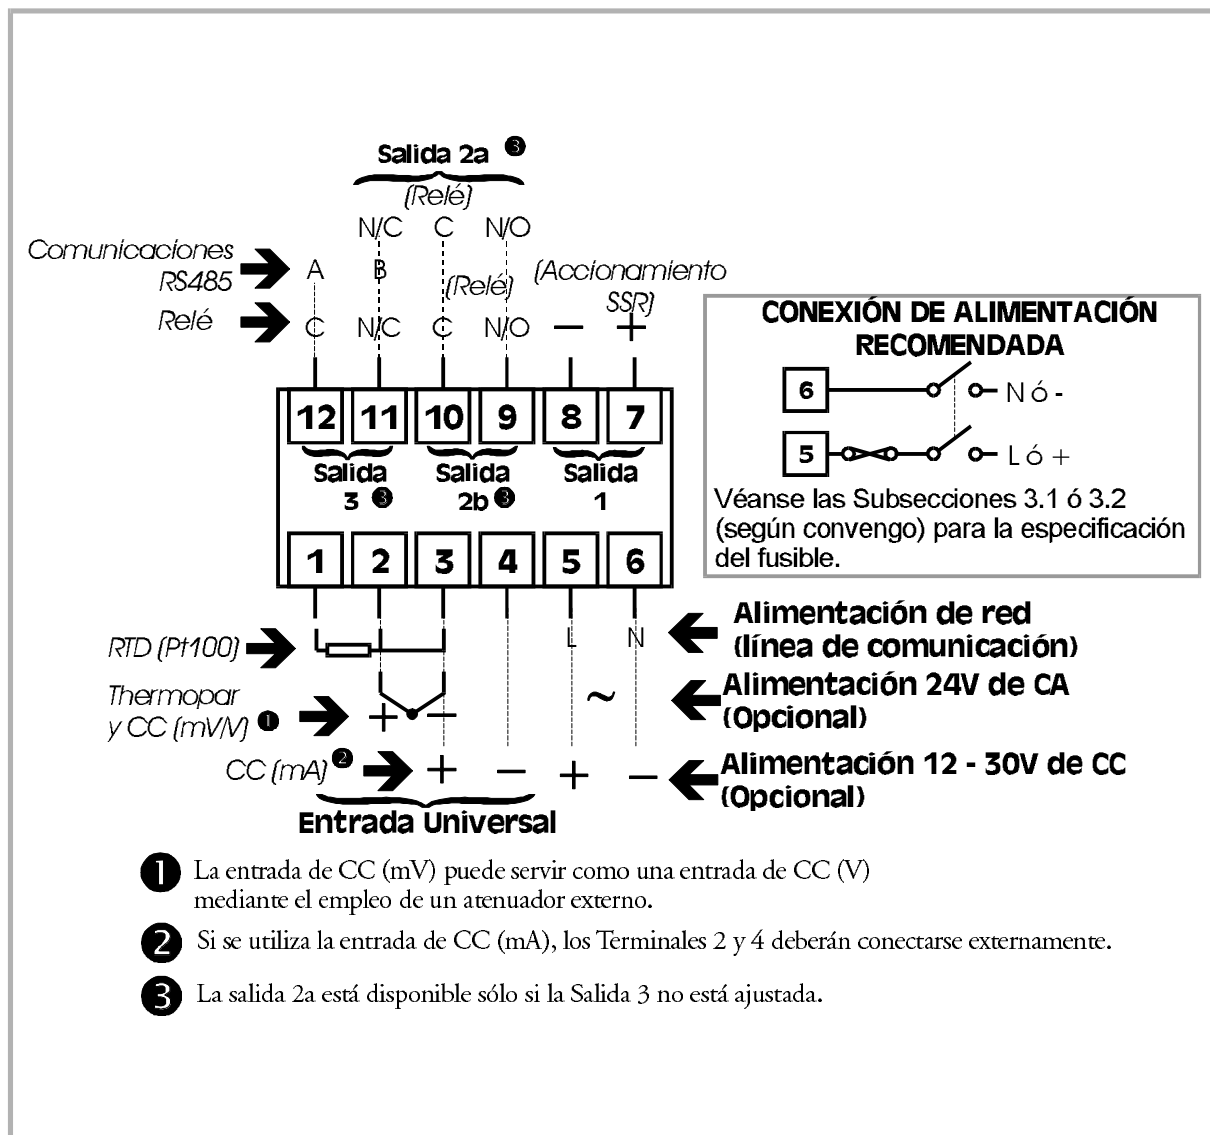

Figura 3-1 Conexiones del terminal posterior
**ATENCIÓN:** Este equipo está diseñado para ser instalado en un armario dotado de la protección adecuada contra las sacudidas eléctricas. Deberán observarse estrictamente las normativas locales que regulan las instalaciones eléctricas. Se deberán tomar las medidas necesarias para evitar que el personal no autorizado tenga acceso a los terminales eléctricos. La potencia deberá conectarse a través de un interruptor bipolar de aislamiento (situado preferiblemente próximo al Controlador) y un fusible de 1A, tal y como se muestra en la Figura 3-1.
Esta versión del Controlador funcionará con una alimentación de 12 - 24V de CA 50/60 Hz o 12 - 30V de CC. Su consumo energético es de aproximadamente 4W. Las conexiones se muestran en la Figura 3-1; la potencia se deberá conectar a través de un interruptor bipolar de aislamiento y un fusible de efecto retardado (contra la sobretensión transitoria de tipo T) de 315mA.
Las entradas de CC (mV) están conectadas a los Terminales 2 y 3 con la polaridad representada en la Figura 3-1; las entradas de CC (V) están conectadas a los mismos terminales con idéntica polaridad, pero requieren un atenuador externo. Las entradas de CC (mA) están conectadas a los Terminales 3 y 4 con la polaridad representada en la figura 3-1 y los Terminales 2 y 4 están conectados externamente.